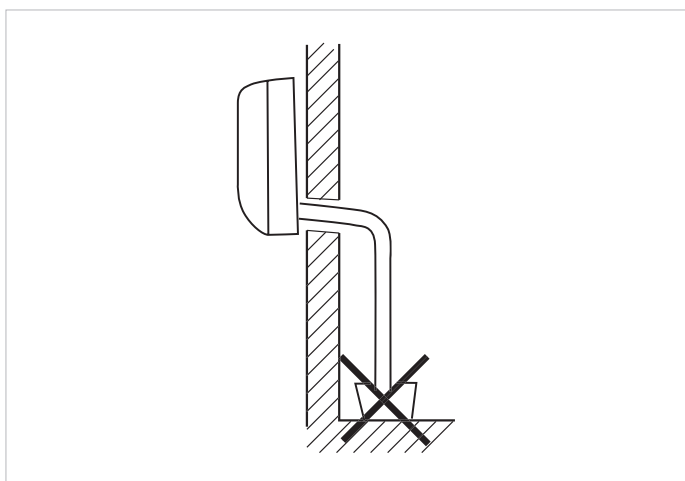

Fig. 9.2 Extrémité plongée dans l'eau à éviter
- Éviter d'installer la conduite de condensats en plongeant son extrémité ouverte dans l'eau (cf. figure 9.2).